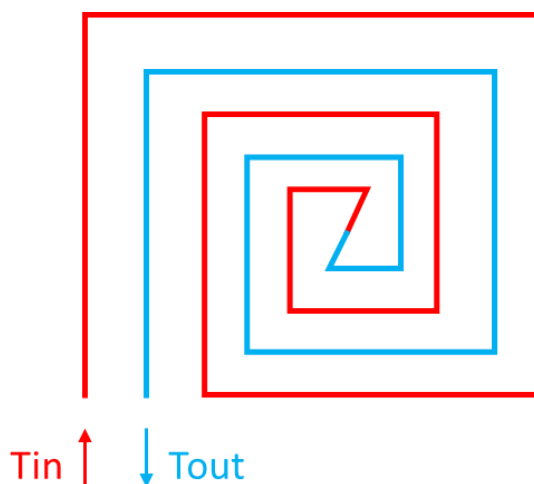

Figura 1: schema di una serpentina di un pavimento radiante
- 5) **(a casa)** Si consideri una singola spirale di un tubo in polietilene ad alta densità di un impianto a pavimento di lunghezza 100 m e diametro interno 11 mm in cui scorre acqua inizialmente a 20°C (schema in Figura 1). Il tubo è annegato nel pavimento costituito da massetto di 3 cm e piastrelle in ceramica di 1 cm , e isolato verso il basso. L'ambiente da riscaldare si trova ad una temperatura media di 20°C . L'impianto viene avviato e l'acqua in uscita dalla caldaia entra nel tubo con una portata di 3 l/min e una temperatura di 35°C . Risolvere numericamente il problema di pura advezione con uno schema alle differenze finite.